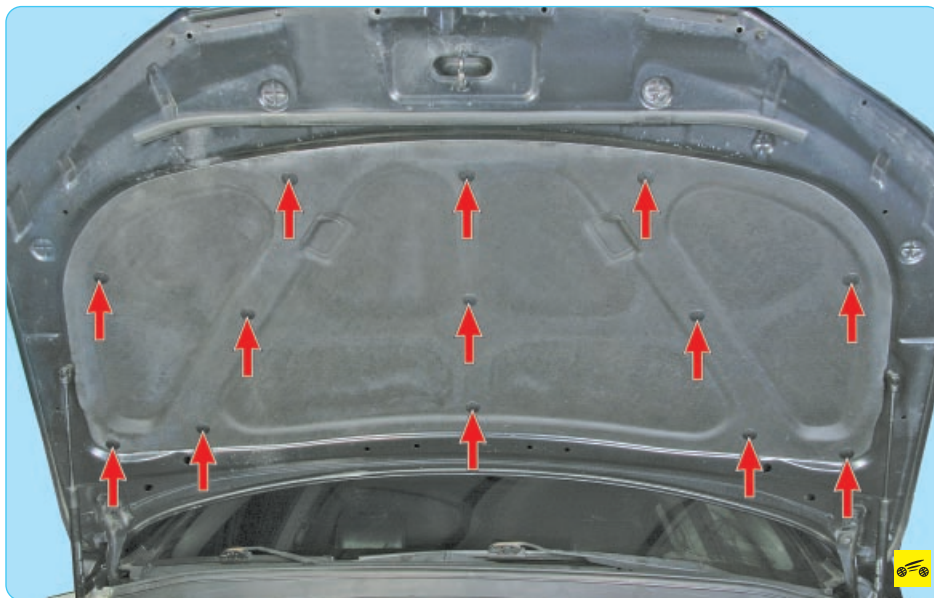

Рис. 11.6. Расположение пистонов крепления обивки капота
5. Для снятия **обивки** капота подденьте отверткой и извлеките из отверстий пистоны (рис. 11.6) крепления обивки капота.